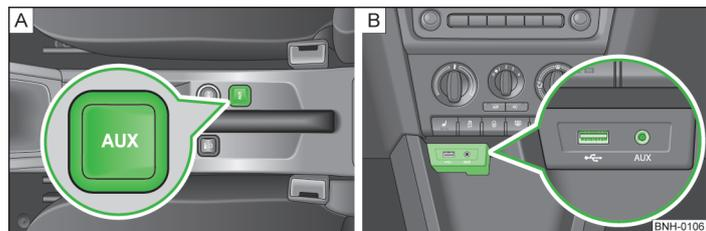

Fig. 75 Entrée AUX IN/entrée MDI
- entre le siège avant, sur la console centrale » fig. 75 - **A** ;
- au-dessus du vide-poche, sur la console centrale avant » fig. 75 - **B** ;
L'entrée MDI se trouve au dessus du vide-poche, dans la console centrale avant » fig. 75 - **B**.
L'entrée USB » fig. 75 - [B] peut être utilisée séparément pour le raccordement, par ex., d'une clé USB contenant des fichiers audio. La lecture démarre automatiquement dès que la clé USB est branchée. ■